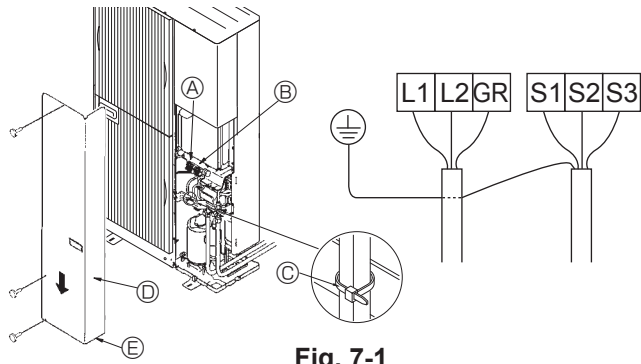
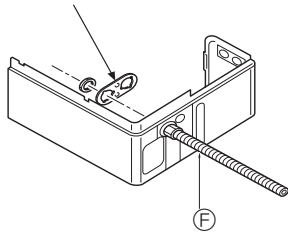

Fig. 7-1
Fig. 7-2
### 7.1. Unidad exterior (Fig. 7-1) (Fig. 7-2)
- ① Extraiga el panel de servicio.
- ② Efectúe el cableado según se muestra en la Fig. 7-1.
- ③ Se suministran las placas de montaje del conducto (ø22 mm [7/8"]). Pase los cables de alimentación y de transmisión por los orificios troquelados adecuados, retire la pieza troquelada de la parte inferior de la caja de terminales y conecte los cables. (Fig. 7-2)
- ④ Asegure los cables de alimentación a la caja de terminales utilizando un manguito separador para la fuerza de tracción (conexión PG o similar).